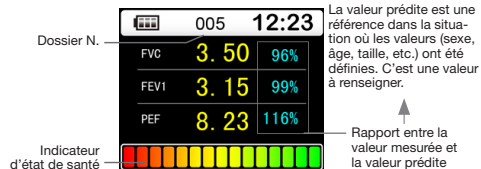

Figure 4 Interface des paramètres principaux
2. Dans l'interface (Testing) inspirez à fond, scellez les lèvres autour de l'embout buccal et expulsez tout l'air avec autant de force que possible en un minimum de temps, attendez quelques secondes, l'appareil entrera dans l'interface (Main parameter) comme le montre la Fig.4.
a. Interface des paramètres principaux : elle affiche le rapport entre la valeur prédite et la valeur mesurée des trois principaux paramètres. Le ratio reflète l'état de santé, les paramètres corrects des informations personnelles sont la clé pour obtenir le taux d'exactitude. Cette interface peut également afficher l'état de la batterie, l'heure, le numéro de cas et l'indicateur d'état de santé, comme le montre la Fig. 4.